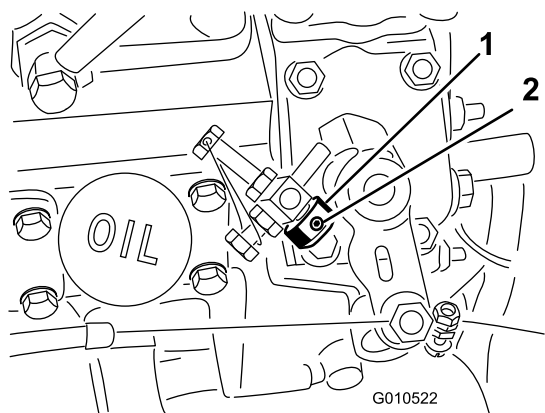

図 5
1. スロットルストップについている固定ねじをゆるめる 図 5。
2. スロットルストップをハイアイドルねじまで動かす 図 5。スロットルストップの面取りされている端部が外側を向くようにする。